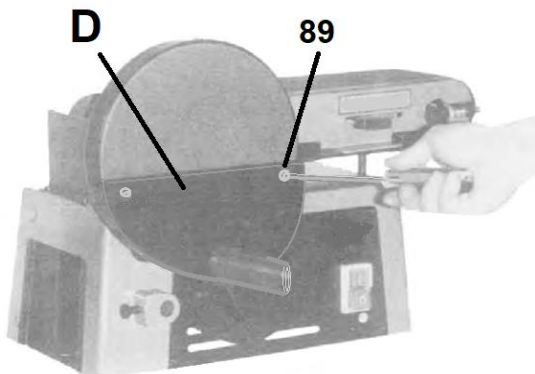

Figure 6-4: Montage du protecteur du disque
Fixez le protecteur (D, Fig. 6-4) avec les deux vis (89).
Enlever le protecteur du disque (D, Fig. 6-4).